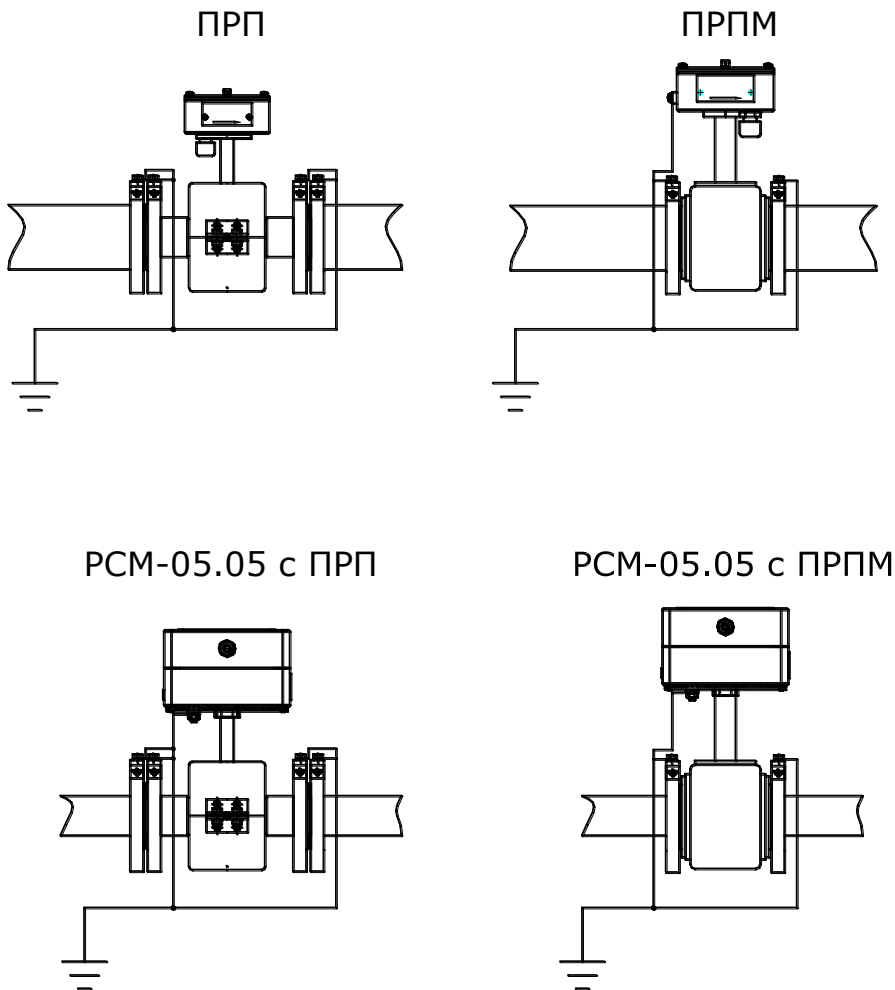

Рис.8
4.3.13 После установки ППР необходимо обеспечить его заземление в соответствии с рис.8. Заземление ППР следует выполнять в соответствии с требованиями ПУЭ, т.е. путём непосредственного соединения заземляющего проводника с заземлителем, а не с трубопроводом.